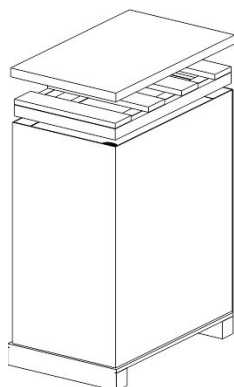

Рисунок 2-2
2. Для удаления коробки и пенопласта следуйте указаниям на рис. 2-2.